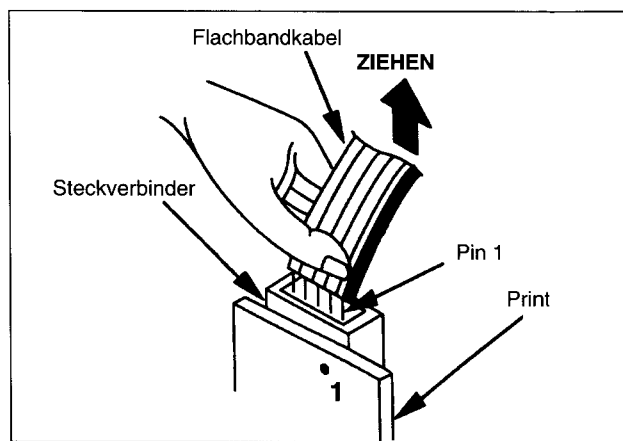

Abb. 2-14
Kabel vorsichtig herausziehen, ohne die einzelnen Leiter zu beschädigen (siehe Abb. 2-14).
1. Flachbandkabel so positionieren, daß die Striche auf dem Kabel mit den Stiften (Pins) des Steckverbinders übereinstimmen (siehe Abb. 2-14).